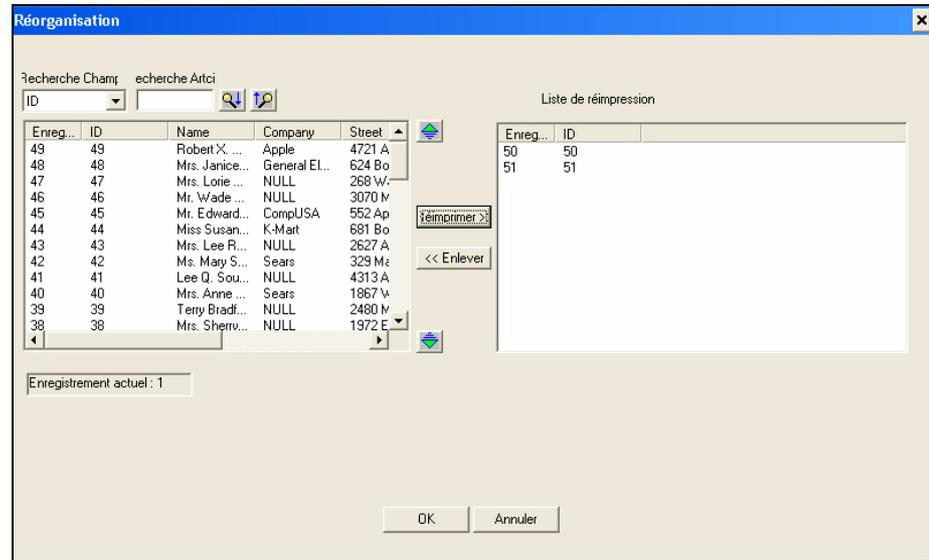

Figure 5-3: Duplication de l'Écran
- a. Depuis la liste dans la fenêtre de gauche, sélectionner le numéro d'enregistrement à visualiser une nouvelle fois (voir Figure 5-3).